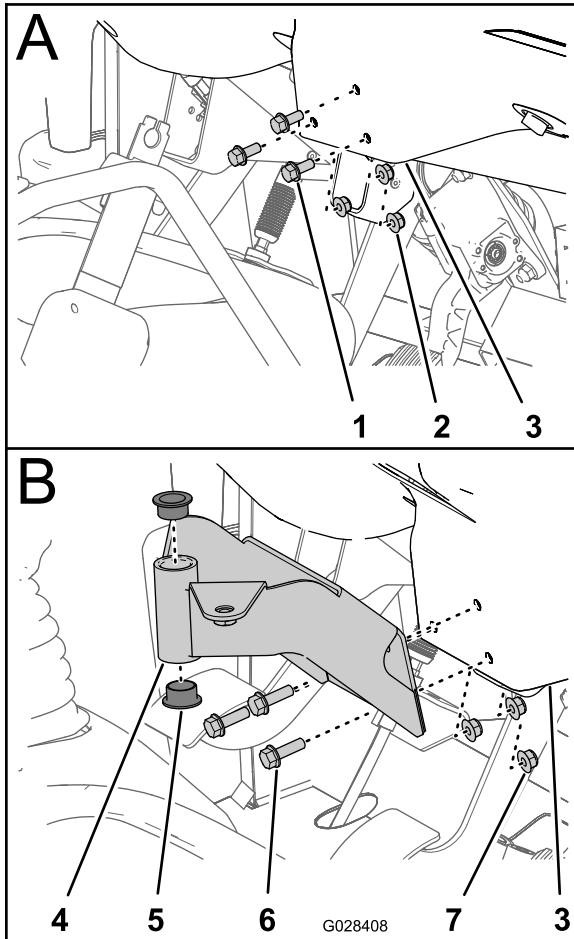

Figura 7
1. Retire los 3 pernos y 3 tuercas que sujetan la parte inferior central del salpicadero al soporte de sujeción del salpicadero (Figura 7).
2. Alinee los taladros del soporte de montaje de la consola de control con los taladros del salpicadero y del soporte de montaje (Figura 7).
4. Apriete las tuercas y pernos con un par de (Figura 7).
5. Inserte los 2 casquillos de plástico en el soporte de montaje (Figura 7).